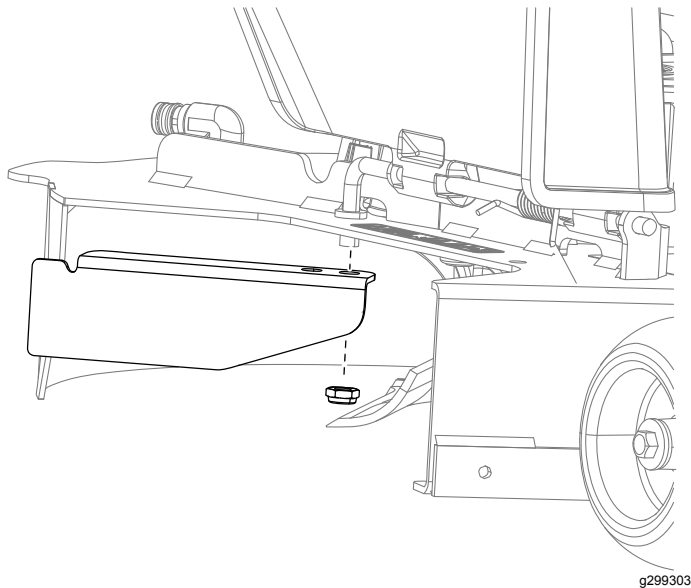

Figura 14
1. Retire el deflector existente de la máquina (Figura 14).